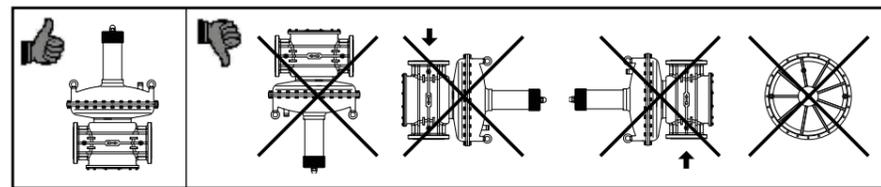

Рис. 3
- **ВАЖНО:** если регулятор-стабилизатор необходимо установить в перед газопотребляющим устройством, соедините импульсный выход (13) с фитингом G 3/8" после регулятора (см. рисунок);
- Монтируйте устройство ТОЛЬКО в разрешенном положении (см. рис. 3);